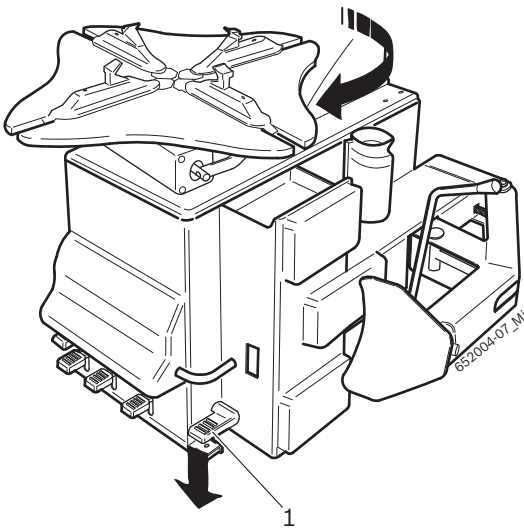

Fig. 2: Controllo del senso di rotazione
**!** Per il funzionamento regolare del TCE 4335 è di fondamentale importanza che, premendo il pedale indicato in Fig.2 (1), il senso di rotazione della flangia di serraggio sia orario.